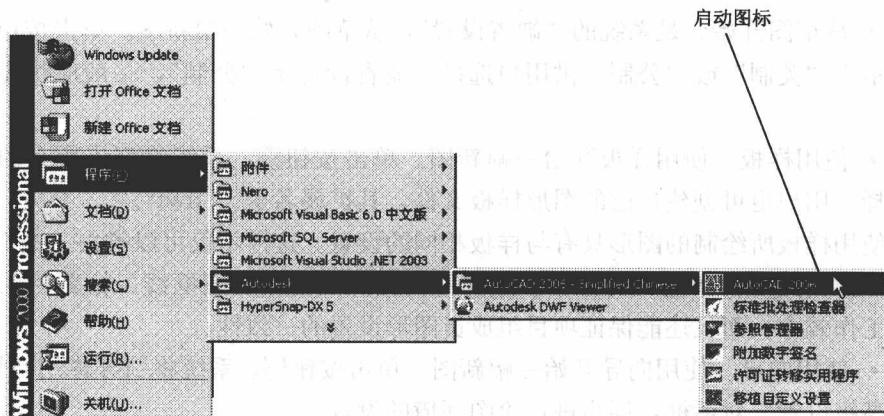

图 1.1 AutoCAD 2006 启动图标
1) 用箭头光标单击“开始”，并按照“开始”→“程序”→“Autodesk”→“AutoCAD2006-Simplified Chinese”→“AutoCAD 2006”顺序，选择其中的 AutoCAD 2006 启动图标，如图 1.1 所示，单击鼠标左键。